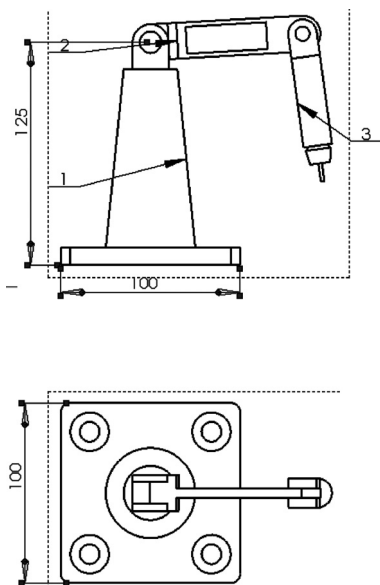
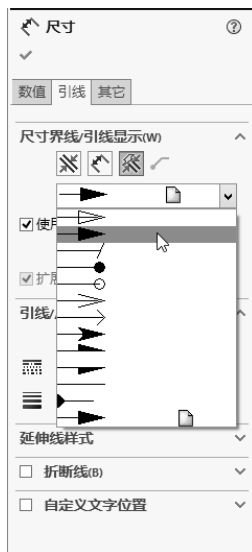
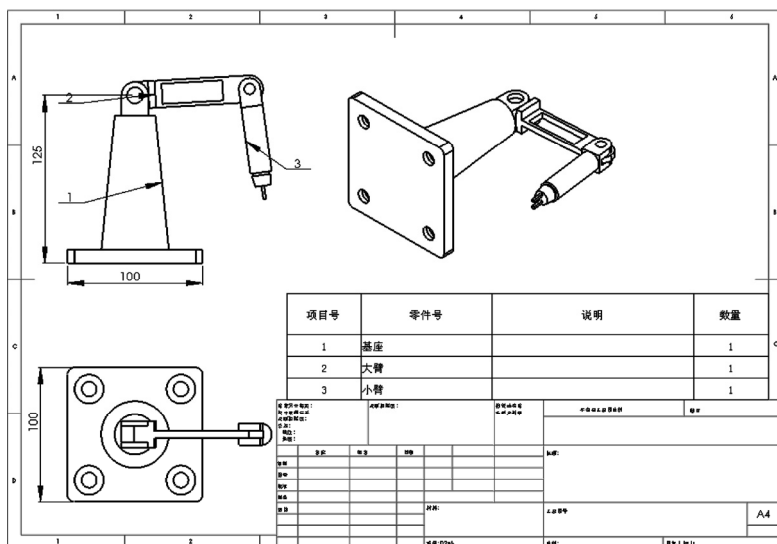

图 6-91 选择尺寸线
图 6-92 “尺寸界线/引线显示”面板
图 6-93 更改尺寸属性
**10** 选择视图中的所有尺寸，如图 6-91 所示，在“尺寸”属性管理器中的“尺寸界线/引线显示”面板中选择实心箭头，如图 6-92 所示。单击“确定”按钮，修改后的视图如图 6-93 所示。